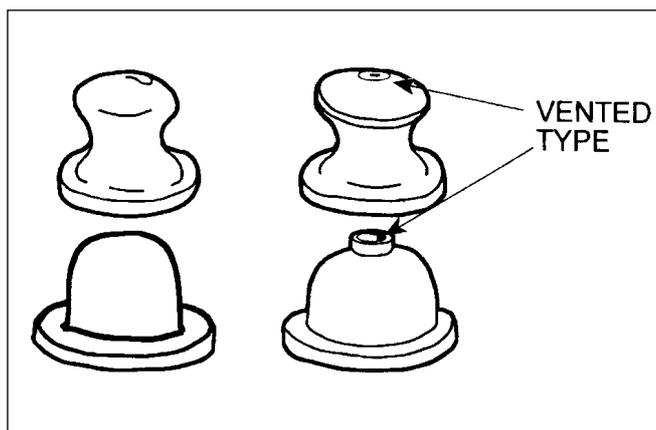

Abb. 26
**d) ANDERE SCHWIMMERVERGASER MIT ANLASSEINSPRITZPUMPE (PRIMER) (Abb. 26)**